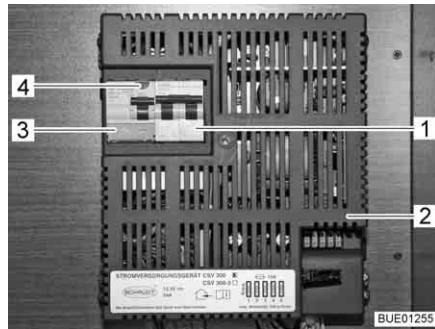

Fig. 124 Scatola dei fusibili a 230 V con interruttore di sicurezza e interruttore automatico FI
- Disattivare l'interruttore di sicurezza (Fig. 124,1) nella scatola dei fusibili (Fig. 124,2).
- Se il veicolo è collegato all'alimentazione a 230 V, premere il tasto di controllo (Fig. 124,4) dell'interruttore di sicurezza per correnti di guasto (interruttore automatico FI) (Fig. 124,3) nella scatola dei fusibili (Fig. 124,2). L'interruttore di sicurezza per correnti di guasto deve scattare.